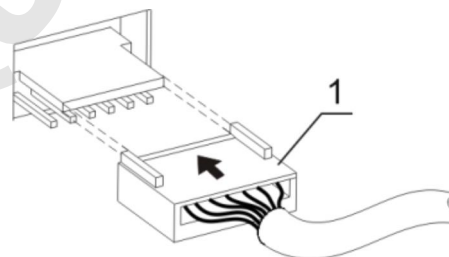
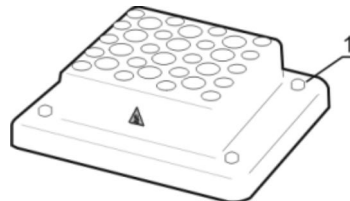

Fig.1 Connexion du bloc thermostaté
Fig.2 Installation du bloc thermostaté
- Choisissez un bloc thermostaté, puis connectez la prise à la borne de contact située sur la face inférieure du bloc conformément au schéma de la Fig.1/1. Vérifiez que le connecteur soit solidement fixé.
- Fixez le tout en utilisant les quatre vis moletées (fig.2/1).
- Enlevez les quatre vis moletées (fig.2/1), puis déconnectez la prise (fig.1/1).